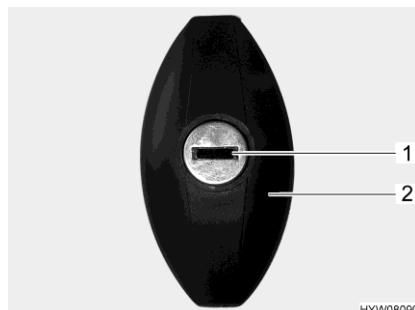

Fig. 59 Serrure du portillon
- Insérer la clé dans le barillet (Fig. 59,1) et la tourner d'un demi-tour dans le sens inverse des aiguilles d'une montre. La poignée de la serrure (Fig. 59,2) ressort.